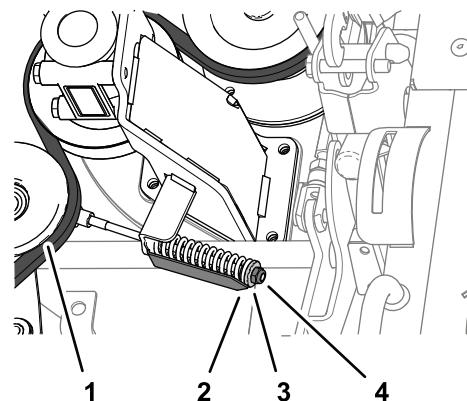

Figura 133
4. Allentate il controdado del tendicinghia finché non riuscite a far scivolare la cinghia fuori dalla puleggia tendicinghia (Figura 133).
2. Serrate il controdado, fino a quando la freccia dell'indicatore della tensione non si allinea con la superficie esterna della rondella (Figura 133).